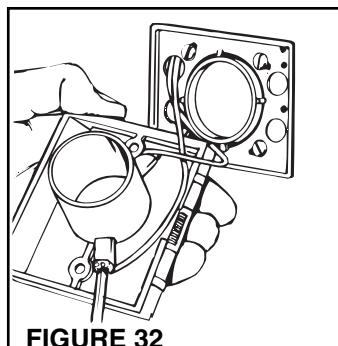

FIGURE 32
- Attachez les câbles de basse tension aux vis de borne à l'arrière de la prise murale (Figure 32).